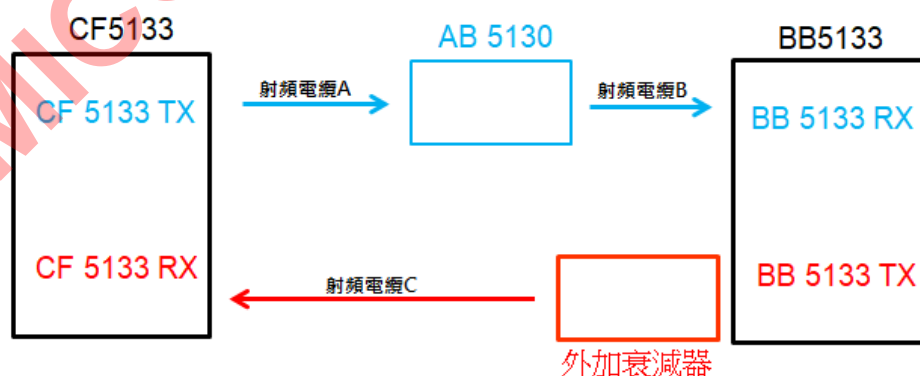
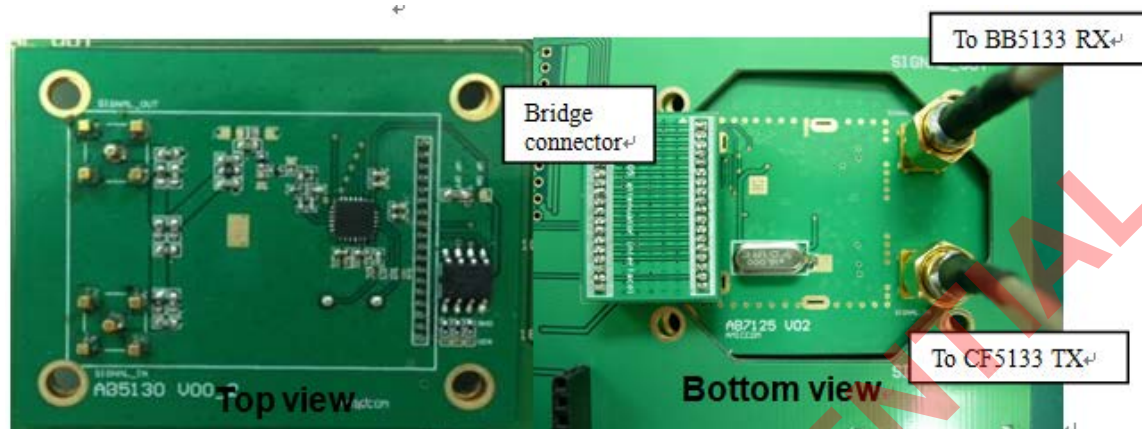

Figure 5. 測試治具接線示意圖
Figure 6. 用於射頻功率量測的衰減板 AB5130 背面接線示意圖
D. 測試治具接線示意圖：如圖 Figure 5, Figure 6, Figure 7, Figure 8。